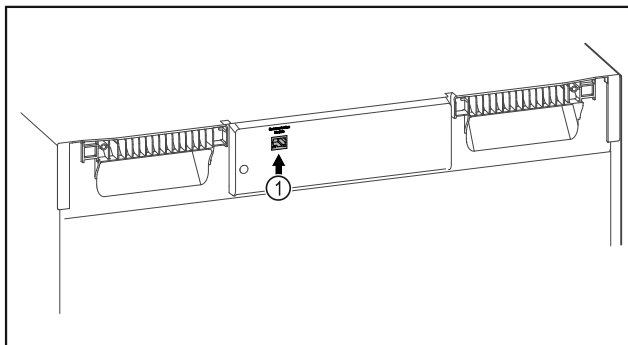

Fig. 112
- ☐ Използва се SmartModule Fig. 112 (1).